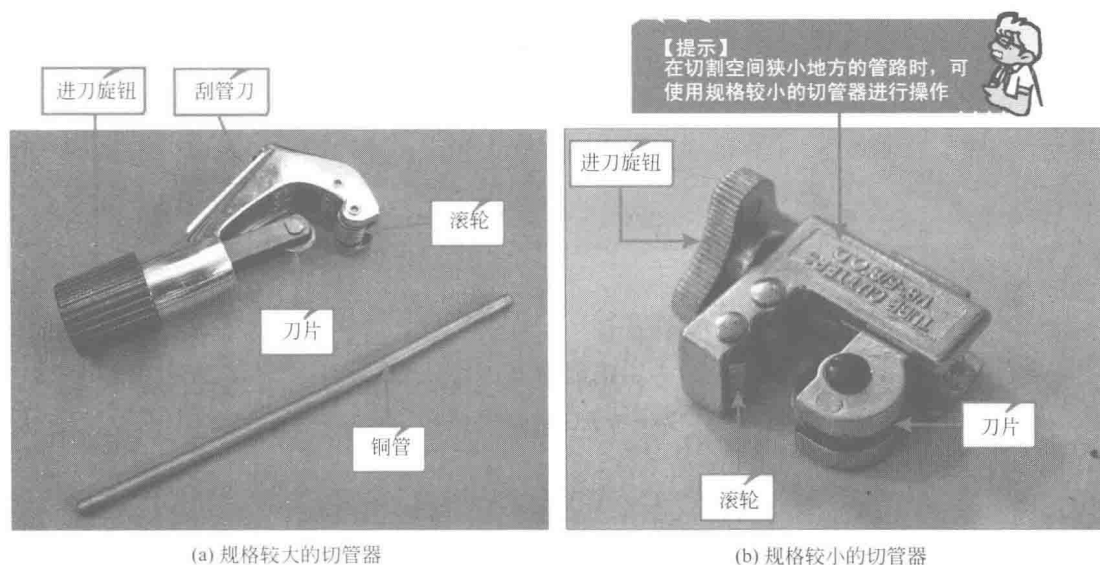

图 1-1 常用切管器实物外形
(1) 认识切管工具 切管工具主要用于空调器制冷管路的切割，也常称其为割刀。图1-1所示为两种常见切管器的实物外形。可以看到，切管器主要由刮管刀、滚轮、刀片及进刀旋钮组成。